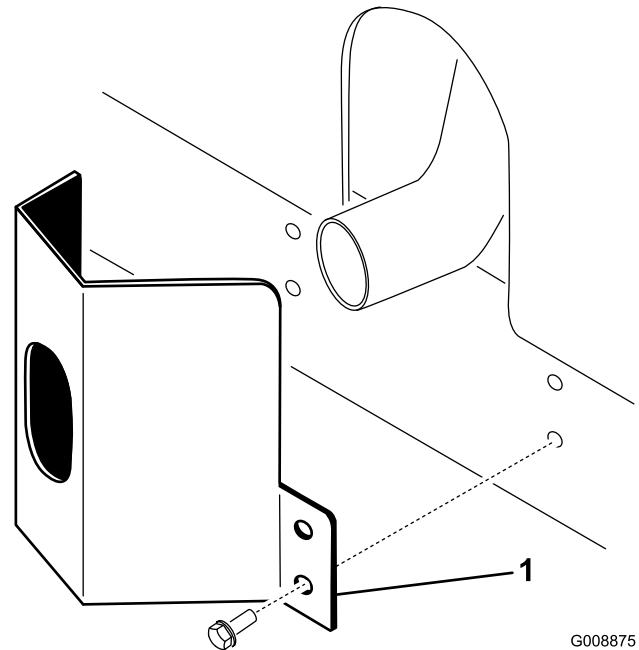

Figura 36
1. Coloque el protector del tubo de escape alrededor del silenciador, alineando los orificios de montaje con los del bastidor (Figura 36).
2. Fije el protector al bastidor con 4 tornillos autorroscantes (Figura 36).